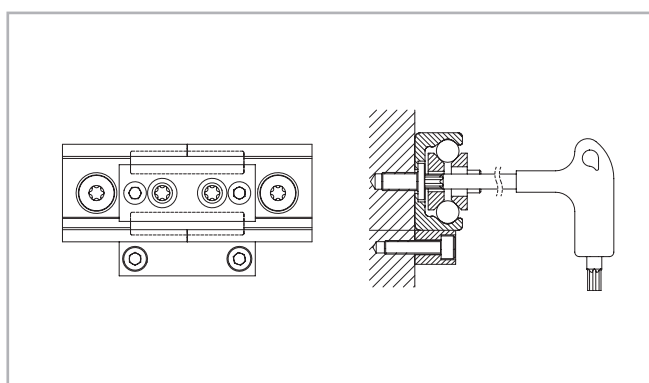

Рис. 176
- (6) Затяните стыковочные винты, через предусмотренные в соединительном устройстве отверстия (рис. 176);
- (7) Если остальные крепёжные отверстия, с зенковкой типа "V"- затяните оставшиеся крепёжные винты номинальным усилием затяжки поочерёдно, начиная со стыка и перемещаясь по направлению к серединам сегментов. Если же остальные крепёжные отверстия, с цилиндрической зенковкой - то в процессе затяжки винтов следует принимать дополнительные меры по точному выставлению всех участков сегмента, приводившиеся в разделе "монтаж направляющей" применительно к направляющим с цилиндрической зенковкой отверстий;
- (8) Удалите с участка стыковки соединительное устройство.